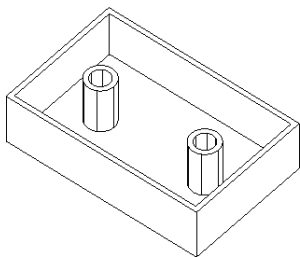

图 7-73 朝外抽壳
- 05 如果在“实体抽壳方向”选项区中选“朝外”选项，输入朝外厚度为 2，结果如图 7-73 所示。